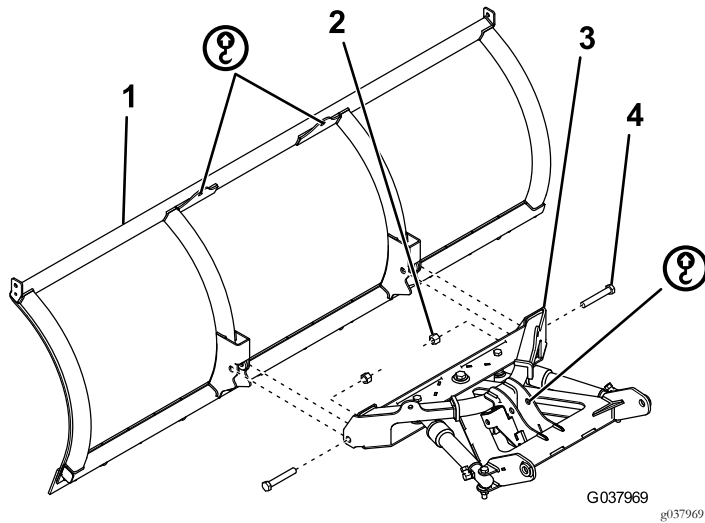

Bild 1
1. Befestigen Sie die Vorderseite des Schubrahmens mit zwei Schrauben ($\frac{5}{8}$ ") und selbstverriegelnden Muttern am Schneeschild (Bild 1). Ziehen Sie die Schrauben mit 153 N m an.